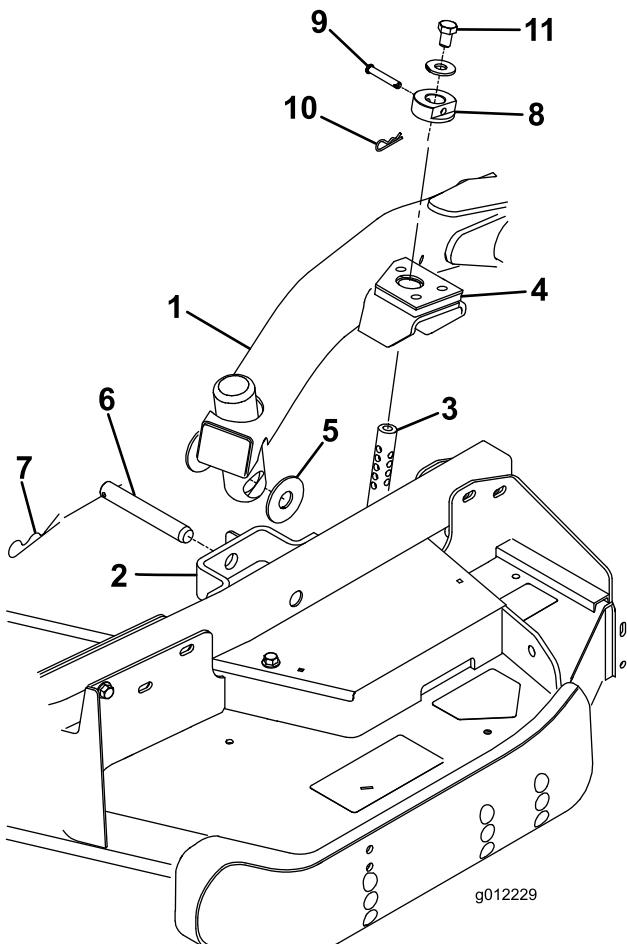

図 3
2. 昇降レバーをフロート位置とする。昇降アームを押し下げて、昇降アームについている穴とキャスタアームのブラケットについている穴を整列させ、昇降アームのパッドに刈高ロッドを挿入できるようにする(図3)
3. スラストワッシャ枚、クレビスピンドル、ヘアピンコッターピンを使って、昇降アームをキャスタアームに固定する。スラストワッシャは昇降アームとキャスタアームブラケットの間に入れる(図3)コッターピンを、キャスタアームタブのスロットに差し込んで固定する。
7. 刈高ロッドに刈高カラーを取り付け、クレビスピンドルとヘアピンコッターピンで固定する(図3)クレビスピンドルの頭をデッキの前に向けておく。
8. 各刈高ロッドの上部に1/2 x 3/4" ボルトとワッシャを取り付ける図3。